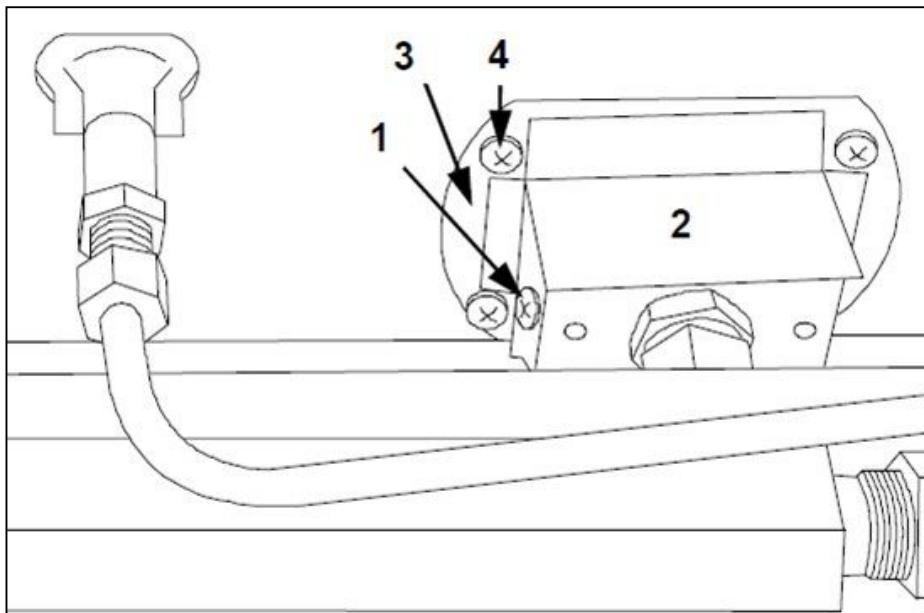

FIG.16
- Enlever le registre air brûleur (FIG.16-réf.2) en dévissant la vis (FIG.16-réf.1) et en l'enlevant latéralement;
- Dévisser les 4 vis (FIG.16-réf.4) et enlever le brûleur (FIG.16-réf.3) et le remplacer;